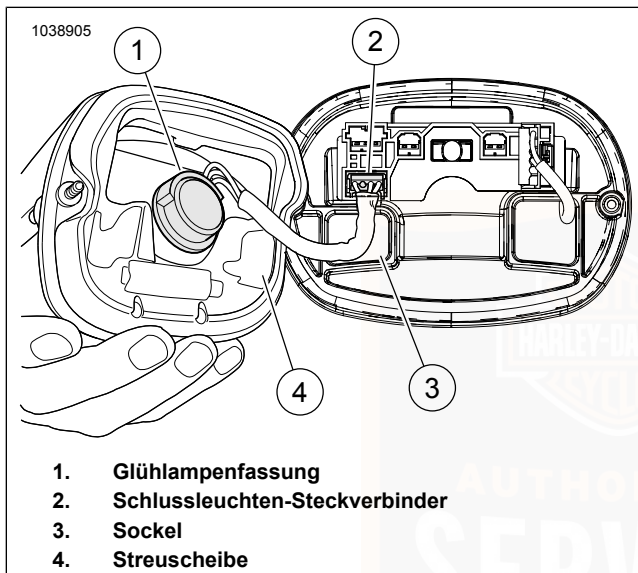

Abbildung 84. Glühlampen-Schlussleuchte
2. Siehe Abbildung 84. Den Schlussleuchten-Steckverbinder (3) abklemmen.
3. Die Glühlampenfassung (4) um eine Vierteldrehung nach links drehen und aus der Schlussleuchte nehmen. Die Glühlampe entfernen.
2. Siehe Abbildung 84. Fassung (4) in die Schlussleuchtenbaulampe einstecken. Eine Vierteldrehung im Uhrzeigersinn drehen.
3. Den Schlussleuchten-Steckverbinder (3) einstecken.